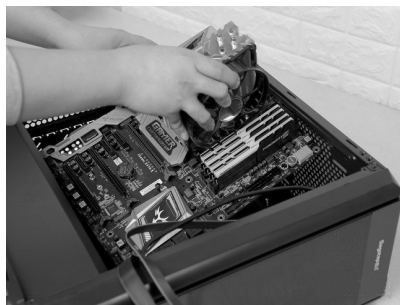

图 2-27 将主板装入机箱
(2) 将主板装入机箱。按正确的方向双手平行托住主板，将主板放入插有塑料柱和铜柱的机箱底座上，注意对正输入、输出接口片的位置。如图 2-27 所示。
(3) 固定主板。在有铜柱的地方用螺钉固定，在装螺钉时，注意每颗螺钉不要一次性拧紧，等全部螺钉安装到位后，再将每颗螺钉拧紧，这样做的好处是随时可以对主板的位置进行调整。通过机箱背部的主板挡板来确定主板